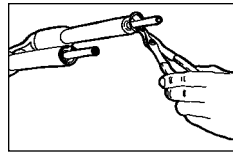

Fig. 8
- Entfernen Sie die Sprengringe an den Unterseiten der oberen Rohre mit einer kleinen Innensprengringzange (siehe Abb. 8).